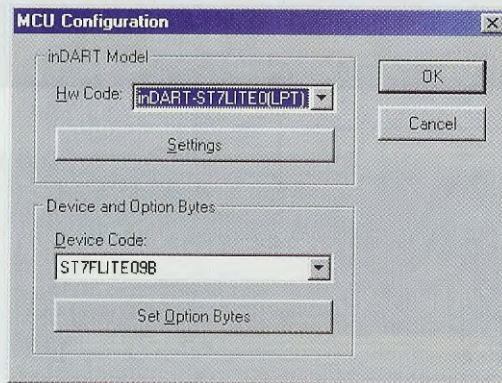

Fig.4 Per configurare i registri Option Bytes dovete cliccare sul pulsante con la scritta Set Option Bytes.
Cliccate sul pulsante **Set Option Bytes** situato nella parte bassa della finestra di fig.4 e a video comparirà la finestra visibile in fig.5.
**Fig.9** Per settare la modalità **ICC** con cui attuare il caricamento dei dati nel micro, cliccate sul pulsante **Settings** di fig.4 e a video si aprirà la finestra qui riprodotta.
Per settare la **ICC**, cliccate sul pulsante **Settings** situato nella parte alta della finestra di fig.4 e a video comparirà la finestra visibile in fig.9.